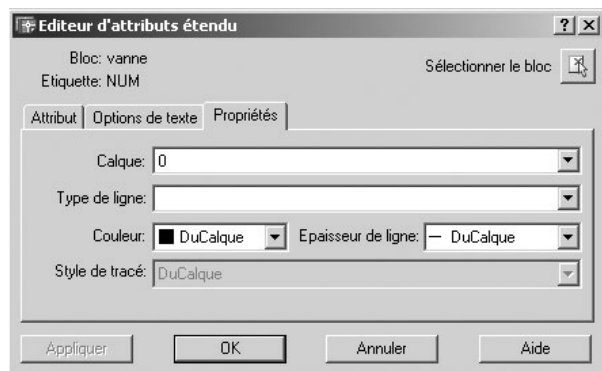

Fig.7.54
- 2 Sélectionner le bloc contenant les attributs à modifier. La boîte de dialogue **Editeur d'attributs étendu** (Enhanced Attribute Editor) s'affiche à l'écran (fig.7.54).